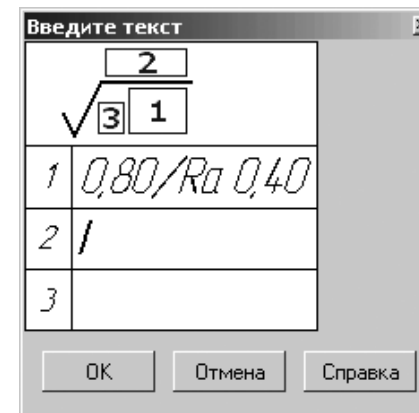

Рис. 5.13. Пример заполнения строки под номером 1
- щелкните во втором всплывающем меню, например, по параметру **Ra 0,40**. Указанное значение появится в поле строки под номером 1 в выделенном состоянии, а всплывающие меню исчезнут с экрана (рис. 5.13).